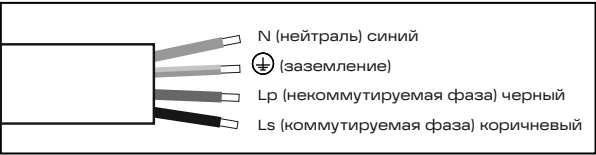

Рис. 3
- 5.13 Выполните электрическое подключение осветительного прибора согласно рис. 3. При соединении основной фазы (L) и коммутируемой фазы (LS) между собой светильник работает в режиме постоянного действия. При отсутствии такого соединения светильник работает в режиме непостоянного действия.